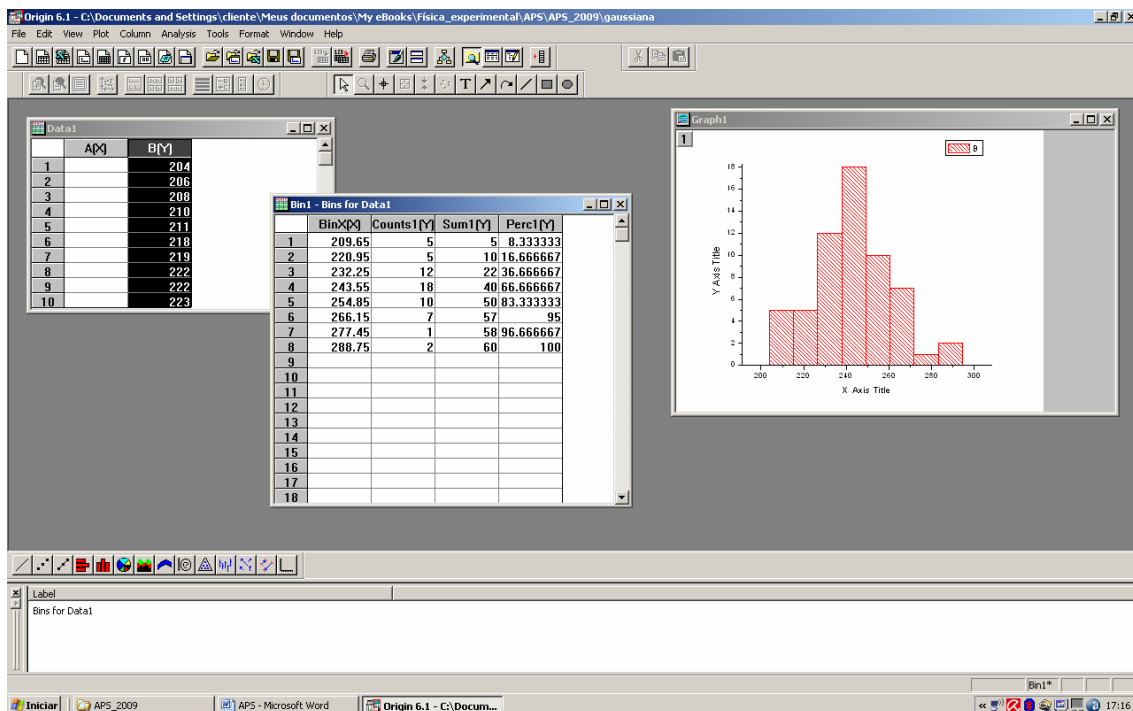

Figura 6: Tela com o worksheet com os dados de frequencia utilizados na construção do histograma da Questão 4.
Na coluna BinX(X) estão os valores centrais de cada intervalo do histograma, e na coluna Counts1(Y) as frequências absolutas referentes a estes intervalos (figura 6).